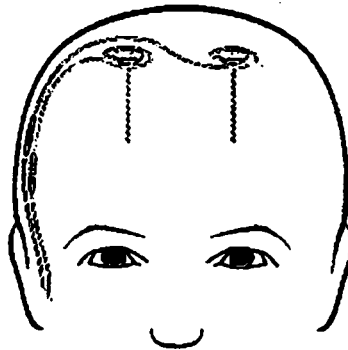

Figura 12. Realice la tunelización cuando se haya implantado el neuroestimulador multiprograma.
- Realice la tunelización para el segundo electrodo junto al primer electrodo con un neuroestimulador multiprograma que se vaya a implantar en un lado del cuerpo. (Consulte en la Figura 12 la colocación de los electrodos cuando se vaya a implantar un neuroestimulador multiprograma.)